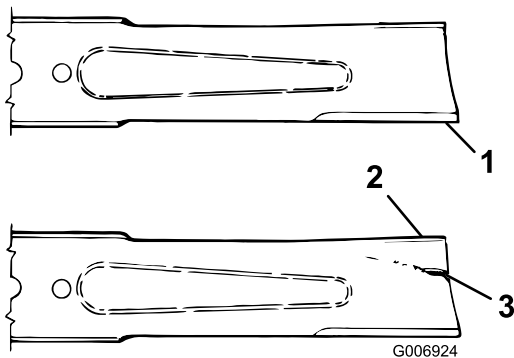

図 64
3. ブレードの切っ先を注意深く観察、特に、直線部と曲線部が交わる部分をよく観察する 図 64。
4. 磨耗が進んでいる場合 図 64 には、ブレードを交換する ブレード回転面の管理 \(ページ 50\) を参照。